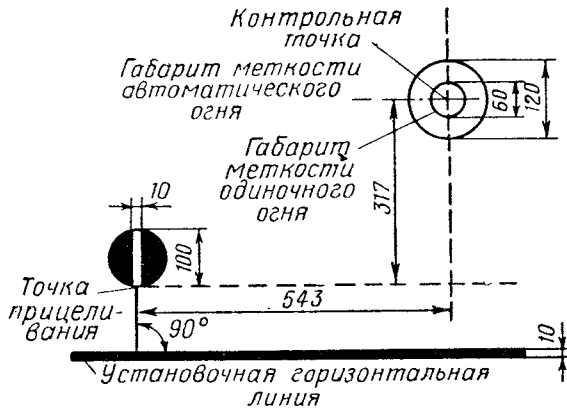

Рис. 29. Пристрелочная мишень для спаренного пулемета СГМТ
1. На расстоянии 100 м от дульного среза пулемета установить на высоте линии огня и перпендикулярно к оси канала ствола пристрелочную мишень (рис. 29) так, чтобы установочная горизонтальная линия мишени была параллельна горизонтальной нити прицела.